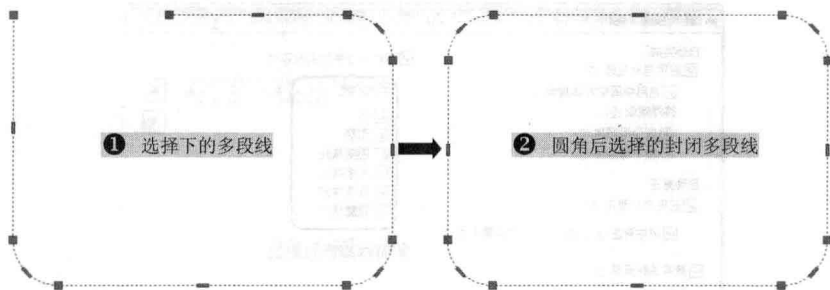

图1-6 圆角方式创建封闭多段线
- ◆ 多段线：在AutoCAD 2014中，多段线可以通过圆角命令来创建封闭的多段线，如图1-6所示，而在AutoCAD 2014以前的版本中，对未封闭多段线进行圆角或倒角时，会提示“无效”。